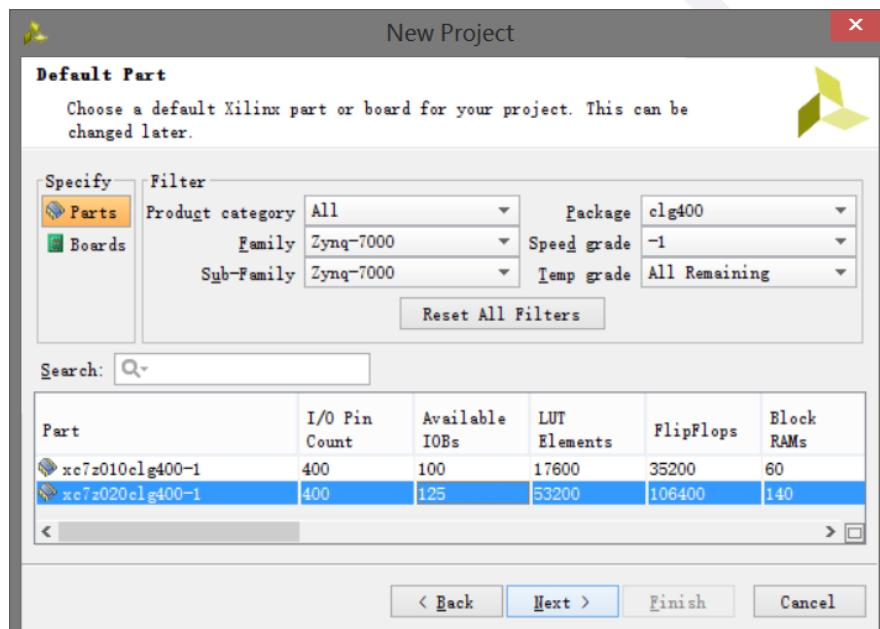

图 4-3-13 器件选型
- (4) 选择项目类型表单的 RTL Project 选项，不要勾选 Do not specify sources at this time 复选框，然后单击 Next；
- (5) 使用下拉按钮，选中 Verilog 作为目标文件和仿真语言；
- (6) 点击添加 Add Files 按钮，浏览到刚刚我们 Robei 项目的目录下打开 Verilog 文件夹，选择 divider.v，单击 Open，然后单击 Next 去添加现有的 IP 模型；
- (7) 由于我们没有任何的 IP 添加，跳过这一步，单击 Next 去添加约束形成；
- (8) 点击添加 Add Files 按钮，浏览到刚刚设计的目录下找到 constrain 文件夹，选择其中的 divider_constrain.xdc 文件，单击 open 完成添加；
- (9) 在默认窗口中，按照图 4-3-13 所示设置 Filer 中的选项，然后在 Parts 中选择 XC7Z010CLG400-1，单击 Next；
- (10) 单击 Finish，本 Vivado 项目创建成功。